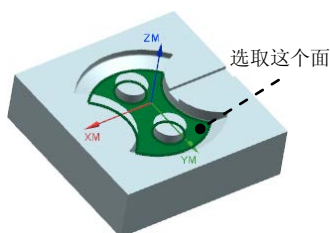

图 21.38 定义切削区域
Step2. 选取图 21.38 所示的面为切削区域（共 1 个面），在“切削区域”对话框中单击  按钮，完成切削区域的创建，同时系统返回到“轮廓区域”对话框。